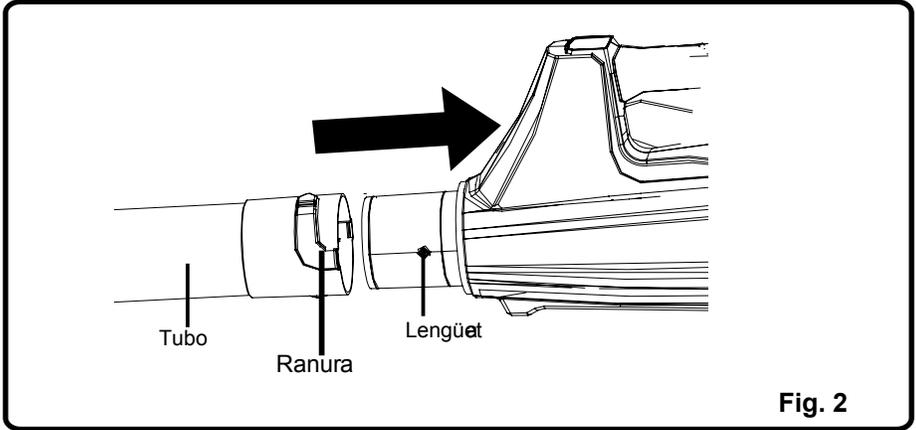

Fig. 2
1. Alinee cualquiera de las ranuras en el tubo con la perilla en la carcasa del soplador. Empuje el tubo hacia la carcasa del soplador hasta que la perilla se enganche en las ranuras (Fig. 2).